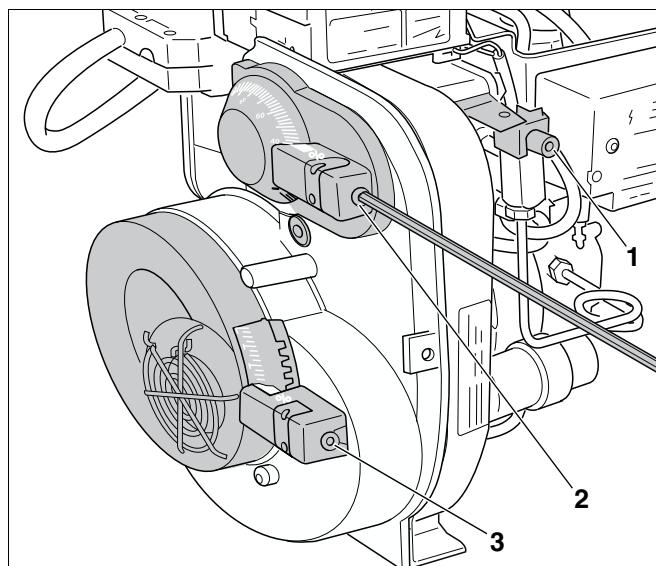

Рис. 10 Регулировка расхода воздуха, поступающего на горение
Настройку расхода воздуха производите регулировкой распределительного диска (рис. 10, **поз. 1**) и воздушного дросселя (рис. 10, **поз. 2**) – при необходимости дополнительно изменением входа воздуха (рис. 10, **поз. 3**).
- 1. Регулировка распределительного диска (рис. 10, **поз. 2**)
2. Регулировка воздушного дросселя (рис. 10, **поз. 2**)
3. Регулировка входа воздуха (рис. 10, **поз. 3**)